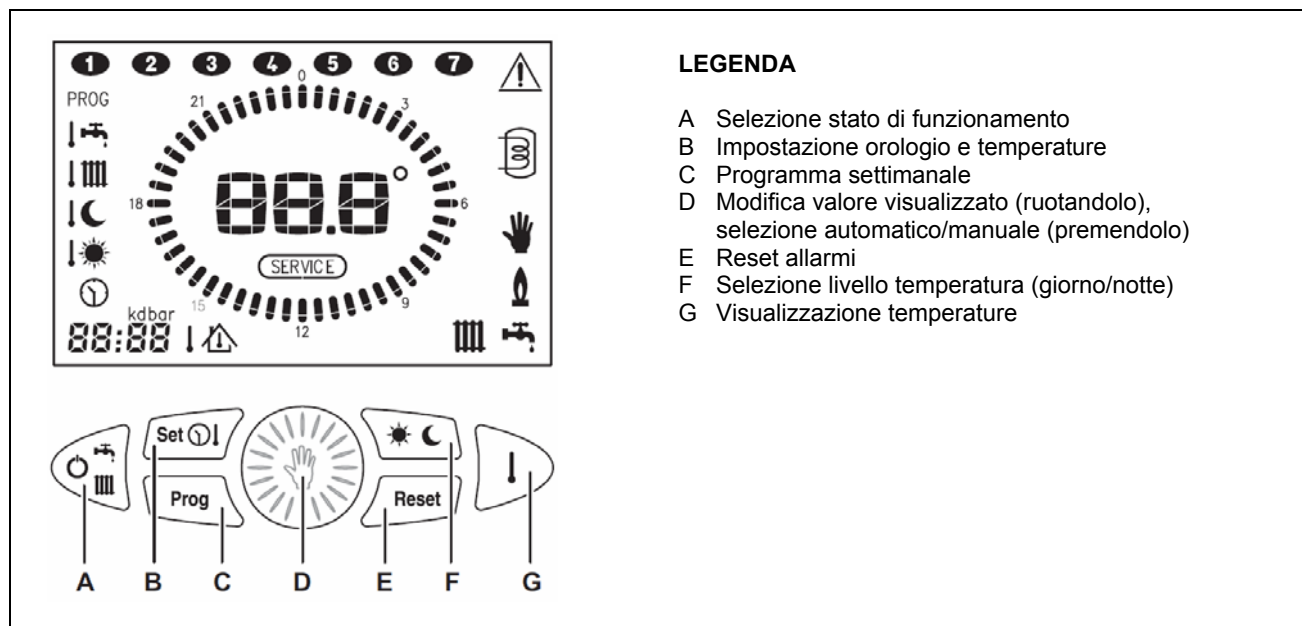
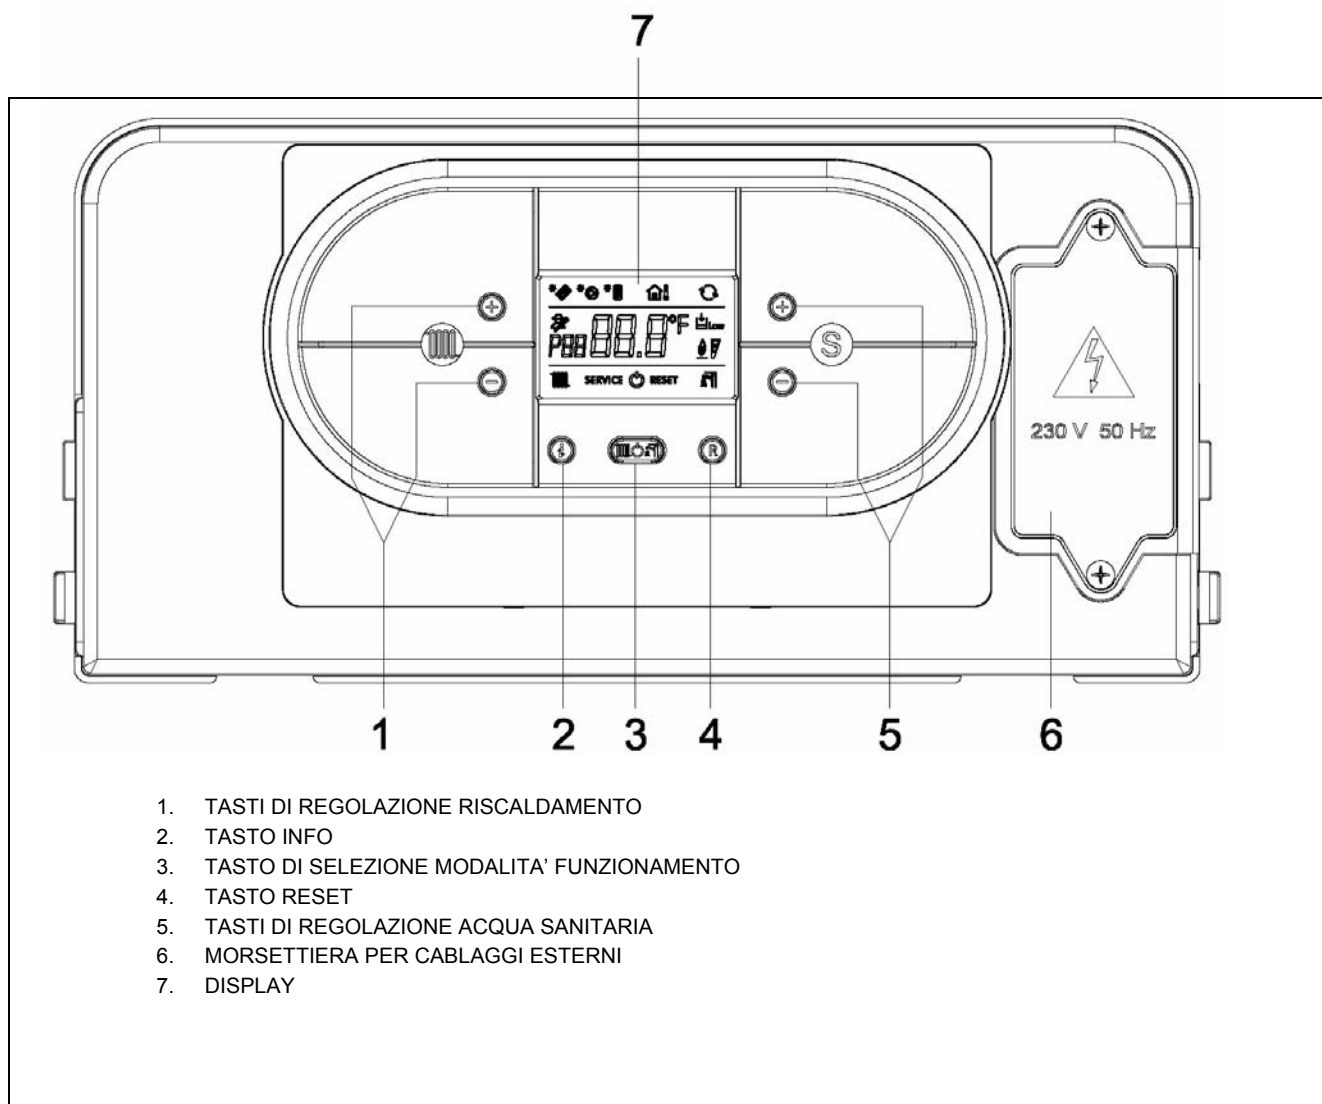

Figura 25 – COMANDO REMOTO (MODULO ESTERNO)
Figura 27 – SCHEDA ELETTRONICA CALDAIA
- 10) Accendere la caldaia agendo sul tasto A del Comando Remoto (Figura 25 a pagina 42); attendere l'accensione del bruciatore.
- 11) Premere per 5 secondi il tasto "R" della scheda elettronica della caldaia (vedi Figura 27 a pagina 43). Sul display della scheda compare la scritta "F07" che indica l'attivazione della funzione "spazzacamino": l'unità per 15 minuti funzionerà alla massima potenza.
- 14) La verifica/regolazione del valore di CO₂ alla massima potenza è terminata. Spegner la caldaia tramite il tasto A del Comando Remoto (Figura 25 a pagina 42) per uscire dalla modalità spazzacamino.
- 16) Premere contemporaneamente per 5 secondi i tasti "i" e "R" della scheda elettronica della caldaia (vedi Figura 27 a pagina 43). In questo modo si accede al menu parametri.
- 17) Scorrere i parametri premendo il tasto "+" del riscaldamento  (Figura 27 a pagina 43) fino a raggiungere il parametro 12 per forzare l'unità alla potenza minima.
- 7) Accendere la caldaia agendo sul tasto A del Comando Remoto (Figura 25 a pagina 42); attendere l'accensione del bruciatore.
- 8) Premere per 5 secondi il tasto "R" della scheda elettronica della caldaia (vedi Figura 27 a pagina 43). Sul display della scheda compare la scritta "F07" che indica l'attivazione della funzione "spazzacamino": l'unità per 15 minuti funzionerà alla massima potenza.
- 11) La verifica/regolazione del valore di CO₂ alla massima potenza è terminata. Spegnerla caldaia tramite il tasto A del Comando Remoto (Figura 25 a pagina 42) per uscire dalla modalità spazzacamino.
- 15) Premere contemporaneamente per 5 secondi i tasti "I" e "R" della scheda elettronica della caldaia (vedi Figura 27 a pagina 43). In questo modo si accede al menu parametri.
- 16) Scorrere i parametri premendo il tasto "+" del riscaldamento  (Figura 27 a pagina 43) fino a raggiungere il parametro 12 per forzare l'unità alla potenza minima.
Per spegnere l'apparecchio selezionare il funzionamento spento attraverso tasto A del Comando Remoto (Figura 25 a pagina 42). In questo modo l'apparecchio è in stand-by: rimangono attive SOLO la funzione antigelo aria ambiente, la funzione antigelo (acqua impianto) e la funzione antibloccaggio del modulo esterno.
Spegnere l'apparecchio attraverso il tasto A del Comando Remoto (Figura 25 a pagina 42) e attendere che i ventilatori dei moduli interni si siano arrestati prima di togliere l'alimentazione elettrica.
- 4) Accendere la caldaia agendo sul tasto A del Comando Remoto (Figura 25 a pagina 42): il funzionamento in inverno è identificato dall'accensione del simbolo del radiatore sul display del Comando Remoto in basso a sinistra.
- 6) Attraverso il tasto "modalità" del Comando Remoto (vedere dettaglio D di Figura 25 a pagina 42) selezionare il tipo di funzionamento: automatico (simbolo orologio) manuale (simbolo mano).
- 7) La visualizzazione della "fiamma" sul Comando Remoto indica il corretto funzionamento della caldaia. In caso di blocco fiamma sul display del Comando Remoto verrà visualizzata la scritta E01. Per effettuare il riarmo è necessario premere 2 volte il tasto reset (vedere dettaglio E, Figura 25 a pagina 42) sul Comando Remoto oppure premere il tasto R (vedere dettaglio 4, (Figura 27, pagina 43) sulla scheda della caldaia.
- 8) Per spegnere la caldaia agire sul tasto A Comando Remoto (Figura 25 a pagina 42) fino alla comparsa della scritta OFF sul display.